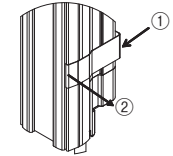

図4
- (1) 固定金具を押し上げます。(図4 ①)
- (2) スパッタ保護カバーから固定金具のつめを外します。(図4 ②)